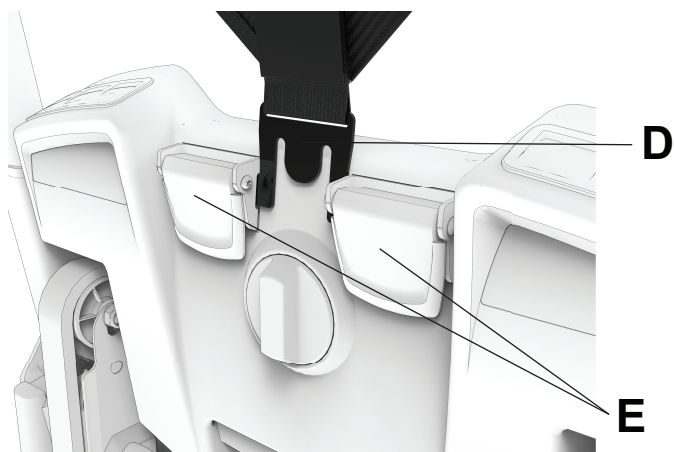

Figura 32 – Introduceți cârligul
4. Împingeți clema de plastic (D) din partea de jos a suportului pentru cap între cele două suporturi negre cu camă PCS (E) de pe spătarul scaunului (Figura 32).